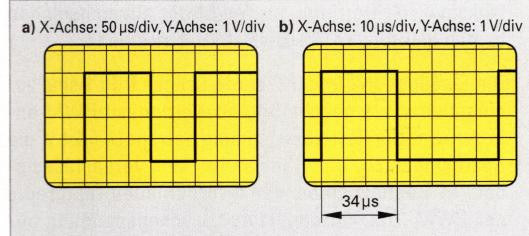

Bild 2: Oszilloskopbilder des Steuersignals eines 1Q-Stellers
- Die Spannungskonstante eines DC-Motors beträgt $k_E = 25 \text{ min}^{-1}/\text{V}$. Die Betriebsspannung des Spannungsstellers beträgt 50 V. Der Spannungsfall im Transistor wird vernachlässigt. a) Bestimmen Sie Tastgrad g und Ankerspannung U_A , wenn die Drehzahl im Leerlauf $n = 16 \text{ s}^{-1}$ betragen soll. b) Am Oszilloskop wird der Spannungsverlauf des PWM-Steuersignals dargestellt (**Bild 2**). Bestimmen Sie jeweils Periodendauer T sowie t_i , t_p und g . Welche Motordrehzahl ergibt sich im Leerlauf?